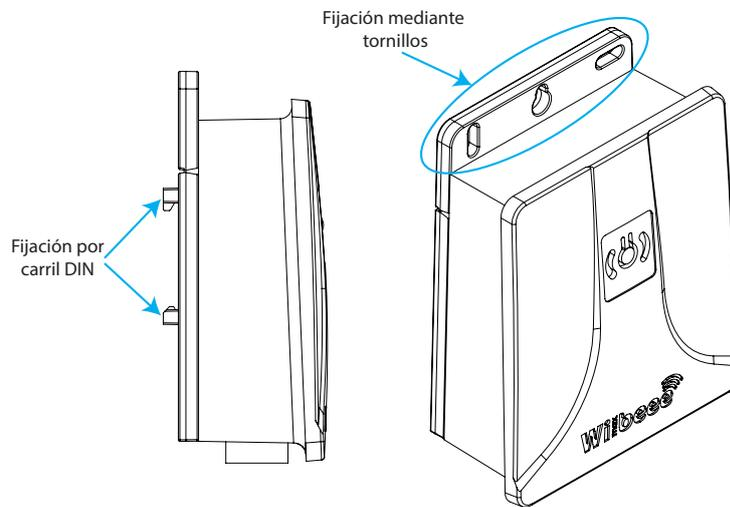

Figura 2: Métodos de fijación.
- ✓ Una fijación por carril DIN, **Figura 2**.
- ✓ Una fijación mediante tornillos, **Figura 2**.